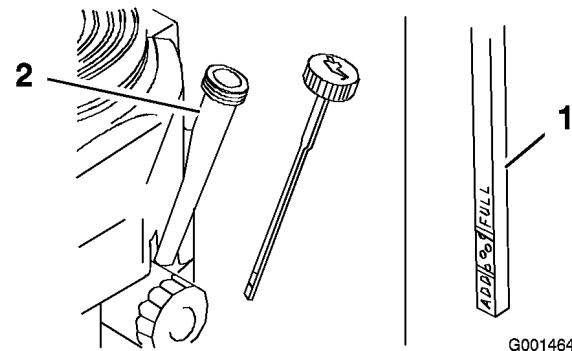

Figura 28
4. Limpie alrededor de la varilla de aceite (Figura 28) para impedir que caiga suciedad por el orificio de llenado y cause daños en el motor.
5. Desenrosque la varilla de aceite y límpie el extremo (Figura 28).
6. Deslice la varilla a fondo en el tubo de llenado, pero no la enrosque en el tubo (Figura 28).
9. Vierta lentamente un 80% aproximadamente de la cantidad especificada de aceite por el tubo de llenado (Figura 28).